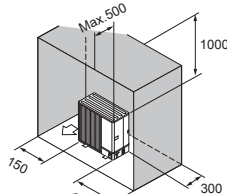

Fig. 2-11
- (6) Enbart hinder eller stängd yta på baksidan, sidorna och ovsidan (Fig. 2-11)